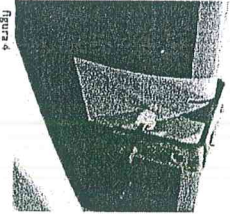

figura 4
- 3) Regolare la vite a farfalla e serrare senza esercitare una forza eccessiva. La parte superiore della staffa deve trovarsi a contatto con il bordo di attacco della pala. (figura 4)